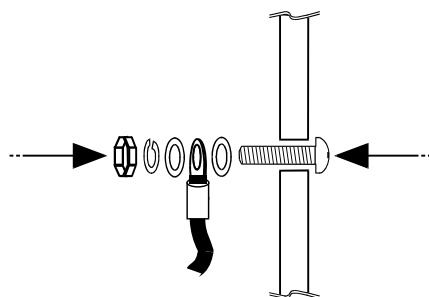

Рисунок 5. Выполнение заземления
- d. Разместите на винте в следующем порядке: шайбу, кольцевой кабельный наконечник, вторую шайбу, пружину, гайку; как показано на Рис. 5, стр. 13.